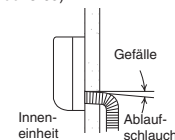

Abb. 3-69 18
- (a) Der Ablaufschlauch muss ein Gefälle nach außen aufweisen. (Abb. 3-69)